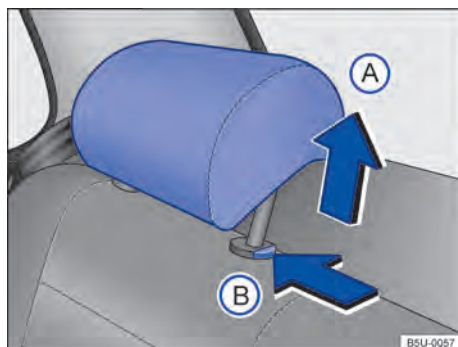

Fig. 58 Apoio para cabeça traseiros: ajustar. ▶
- Empurrar o apoio para cabeça para cima na direção da seta → Fig. 58 (A) ou com a tecla → Fig. 58 (B) pressionada, empurrar para baixo → em *Introdução ao tema* na página 70.